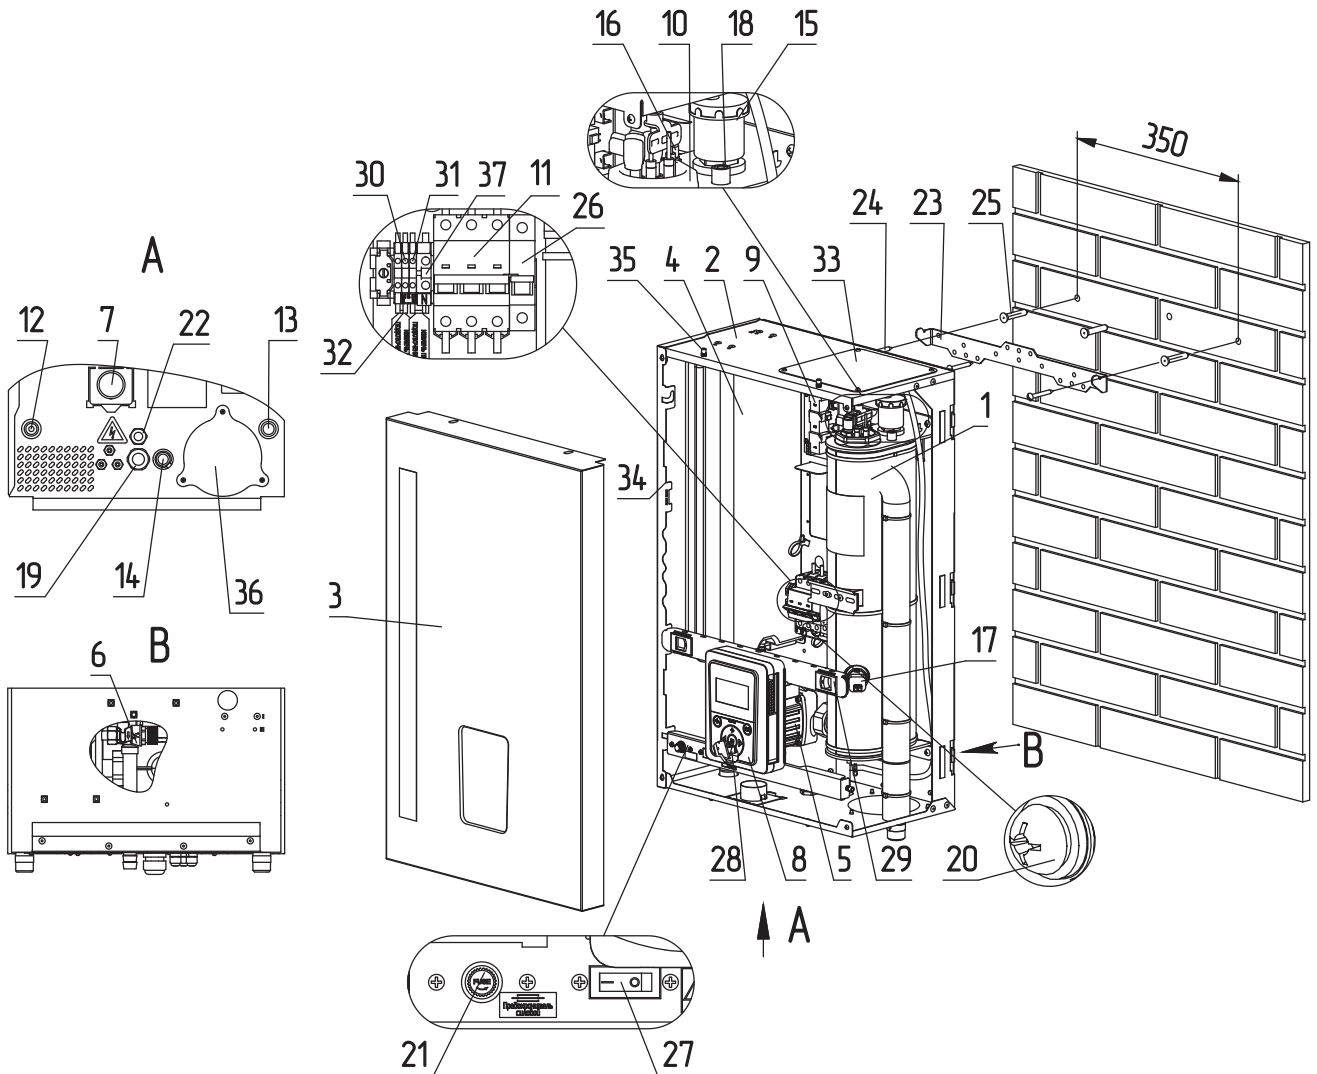
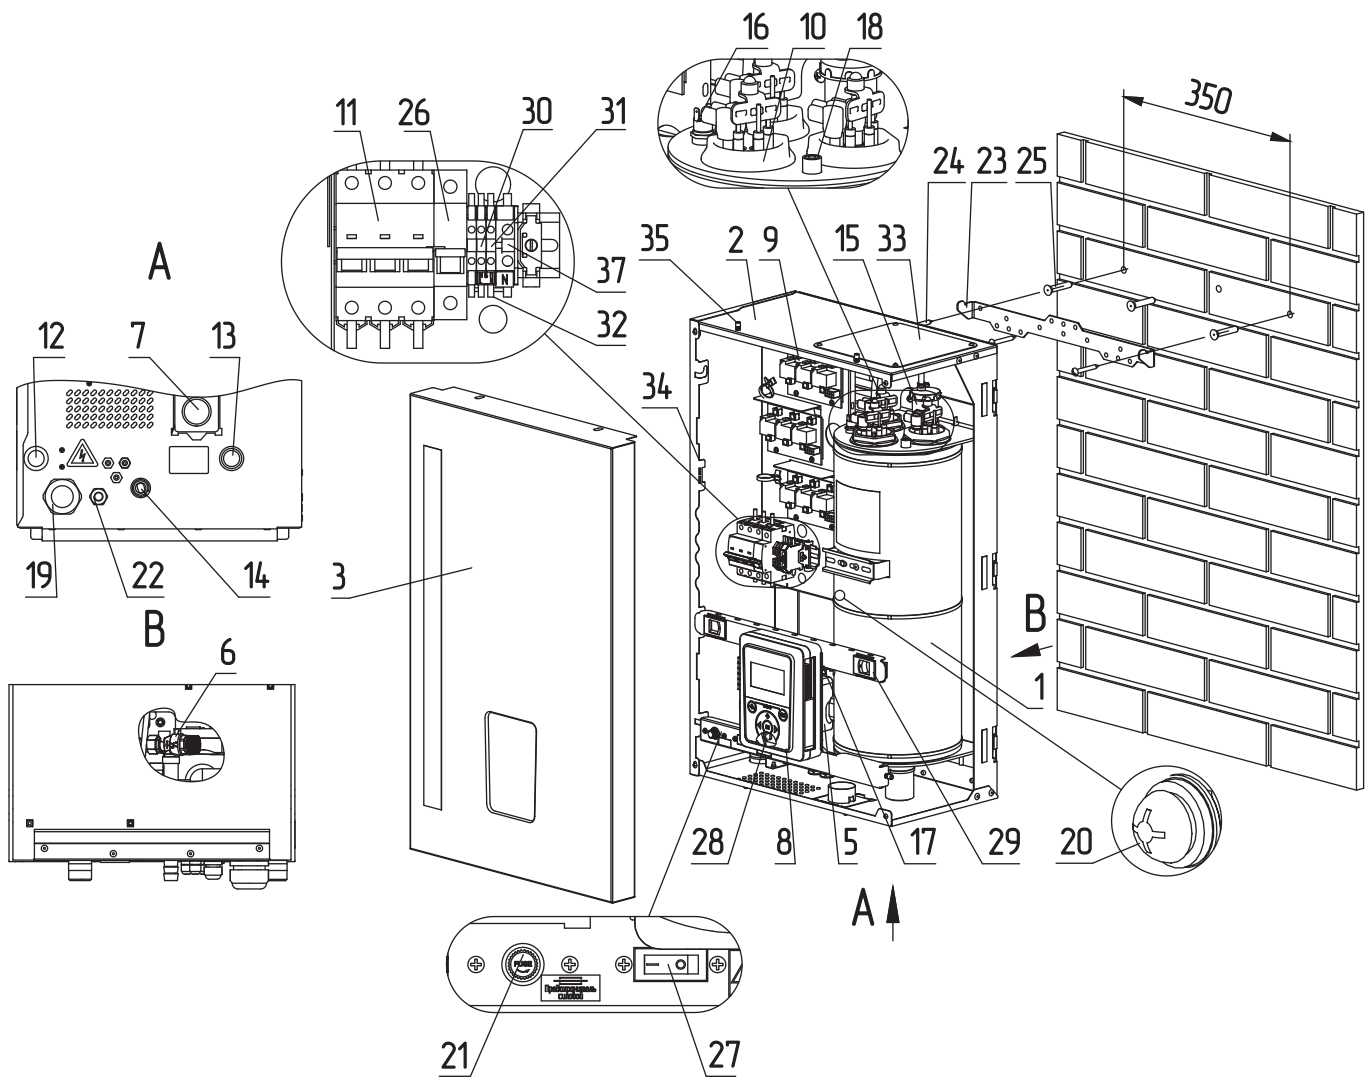

Рис.4 Устройство электрического котла ZOTA МК-X 4,5-24 кВт
Рис.5 Устройство электрического котла ZOTA МК-Х 30-36 кВт
Закрепите настенный кронштейн на вертикальной поверхности в необходимом месте с помощью шурупов, входящих в комплект, и установите на него котел, как показано на **Рис.4, Рис.5;**
- извлечь перемычки (**Рис.4, Рис.5, поз.32**);
- подключить провода фазы «L» к колодке (**Рис.4, Рис.5, поз.30**);
- подключить провода нейтрали «N» к колодке (**Рис.4, Рис.5, поз.31**).
- включить вводной автомат (**Рис.4, Рис.5, поз.11**) вместе с расцепителем в верхнее положение;
- перевести выключатель (**Рис.4, Рис.5, поз.21**) в положение ВКЛ;